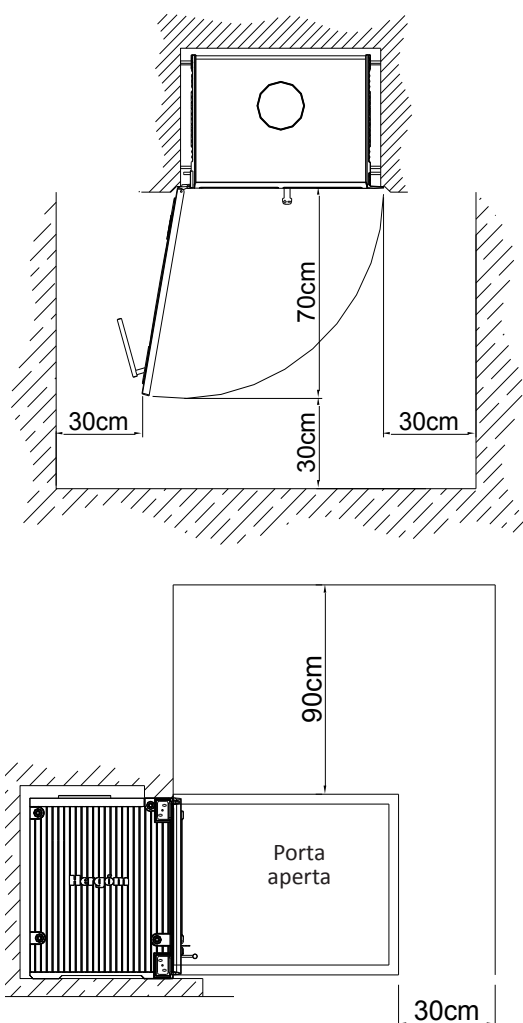

FIG. 9
- Mantenere qualsiasi materiale combustibile (mobili, tende, capi di vestiario, ecc.) ad una distanza minima di sicurezza di 0,90 m. (Fig. 9)